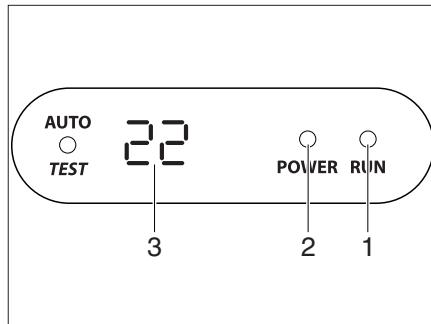

Fig. 339 Display sul diffusore
L'impianto di climatizzazione è pronto a funzionare. Il LED (Fig. 339,2) sul display del diffusore si accende in rosso.
- Per attivare, premere il tasto di accensione/spegnimento (Fig. 338,2) del telecomando. Il LED (Fig. 339,1) è acceso in verde quando l'impianto di climatizzazione funziona in modalità di raffreddamento. Il LED (Fig. 339,1) è acceso in rosso quando l'impianto di climatizzazione funziona in modalità di riscaldamento.